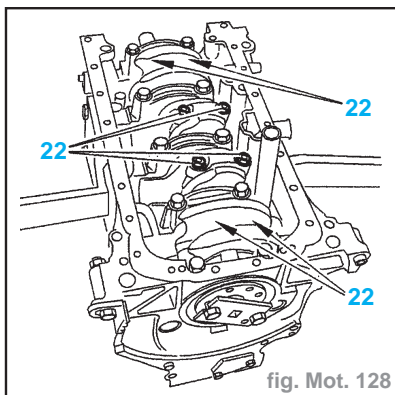

fig. Mot. 128
- Reposer les écrous (22). Préserrer à 2 daN.m puis effectuer un serrage angulaire de 70° (fig. Mot. 128).